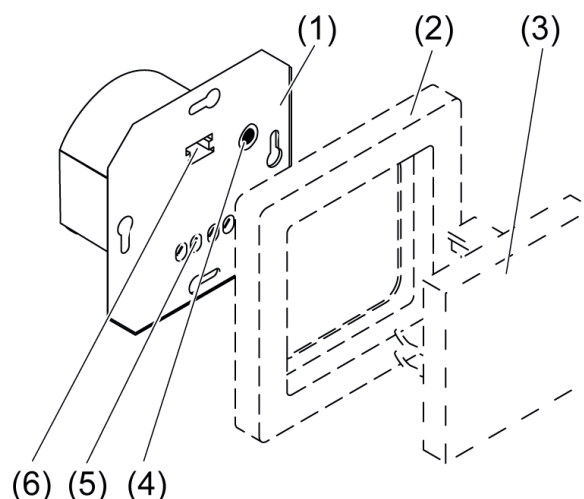

Figure 1: Conception de l'appareillage
- Appuyer sur la touche **Dimm-Mode** (4) (figure 1) pendant plus de 4 secondes.